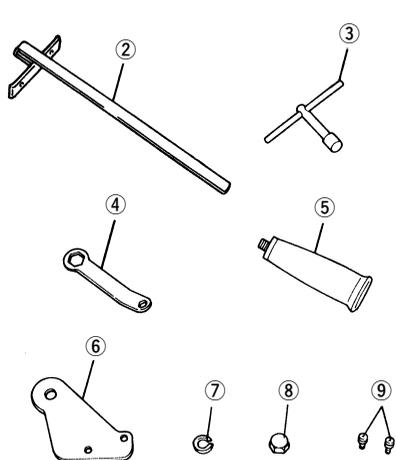

図 4
<p>C 8Y (N) のこ刃別売</p>	<p>下記の図 4 に示す②～⑨の部品を付属。</p>